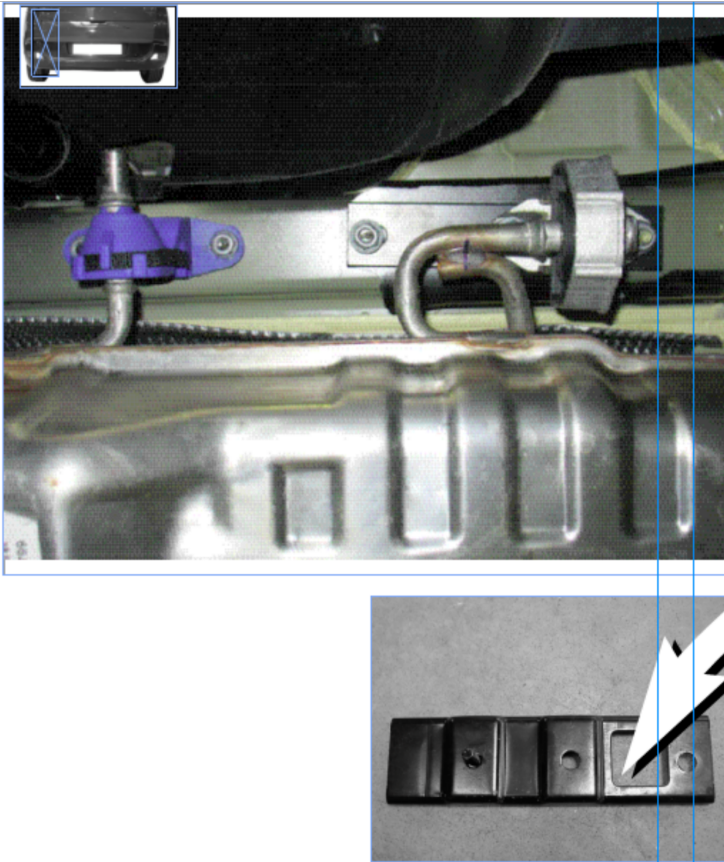

Fig. 1
3. Внимание при работе с этим типом выхлопной трубы: Снять оба кронштейна выхлопной трубы с последнего глушителя. См. рисунок 1.